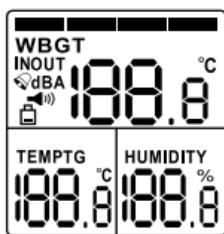

Fig.4
按①鍵(1秒)開機或(2秒)關機。開機時所有的圖示都會顯示於LCD上(Fig.4)，然後會進入測量模式。您將會看到韌體的版本顯示於LCD上1秒鐘。